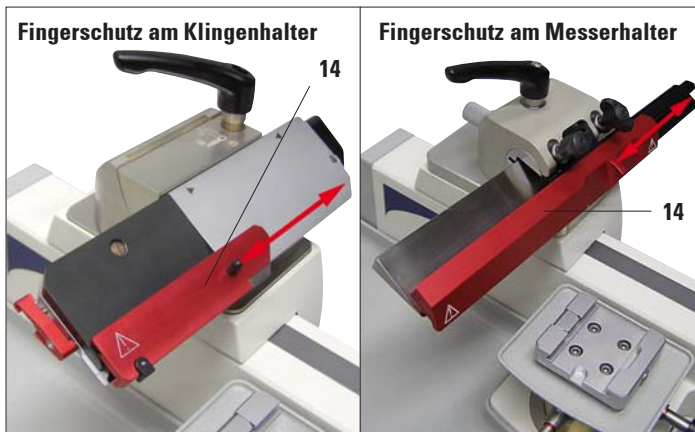

Abb. 3
Der Klingenhalter ist mit einem fest montierten Fingerschutz (14) ausgestattet. Damit kann die Schneide der Klinge vollständig abgedeckt werden (Abb. 3).